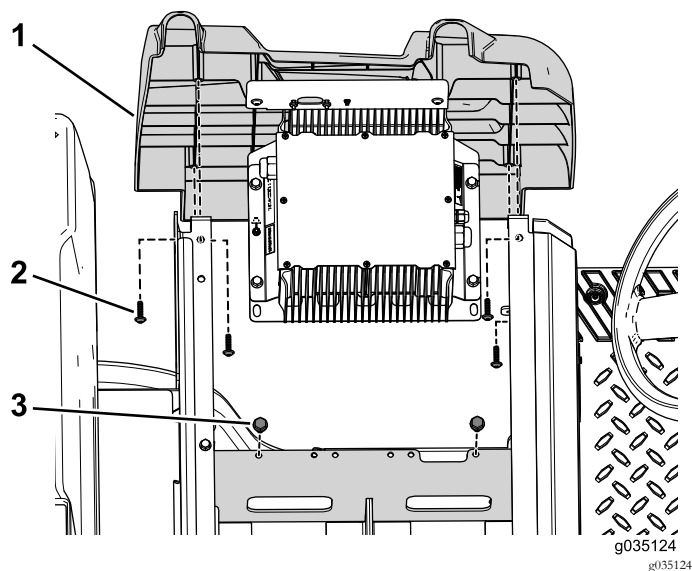

Figure 56
- Retirez les 2 boulons qui fixent le support de chargeur au support de batterie (Figure 56).
- Retirez les 4 vis autotaraudeuses qui fixent le couvercle latéral gauche sur la machine (Figure 56).